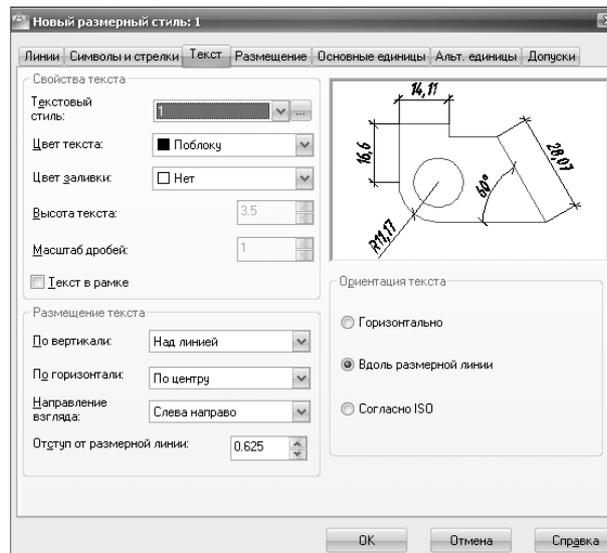

Рисунок 28 – Диалоговое окно «Новый размерный стиль», вкладка «Текст»
– Вкладка «Текст» выбрать ранее созданный стиль текста, его расположение и выравнивание относительно размерной линии (рис. 28).